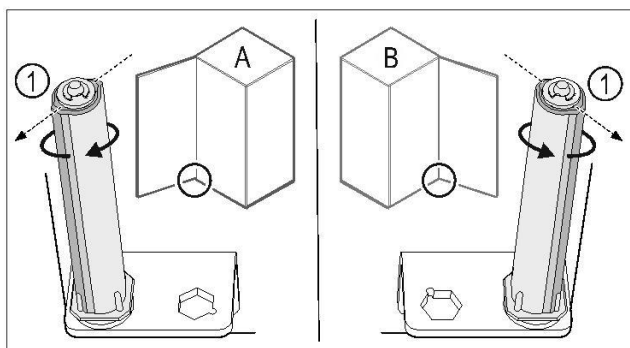

Fig. 38 Links scharnierend (A) / rechts scharnierend (B)
- || Sluitsysteem tegen de weerstand in draaien tot het schot van het sluitsysteem Fig. 38 (1) naar buiten wijst.